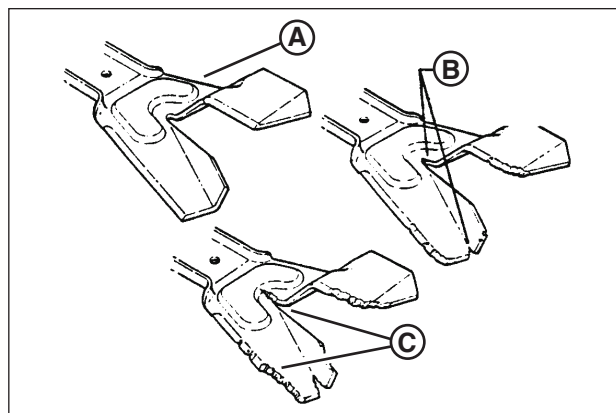

Figure 19: Limites d'usure de lame Ninja
1. Inspectez régulièrement la lame (**Figure 19**) pour détecter d'éventuels signes d'usure excessive ou des dommages :